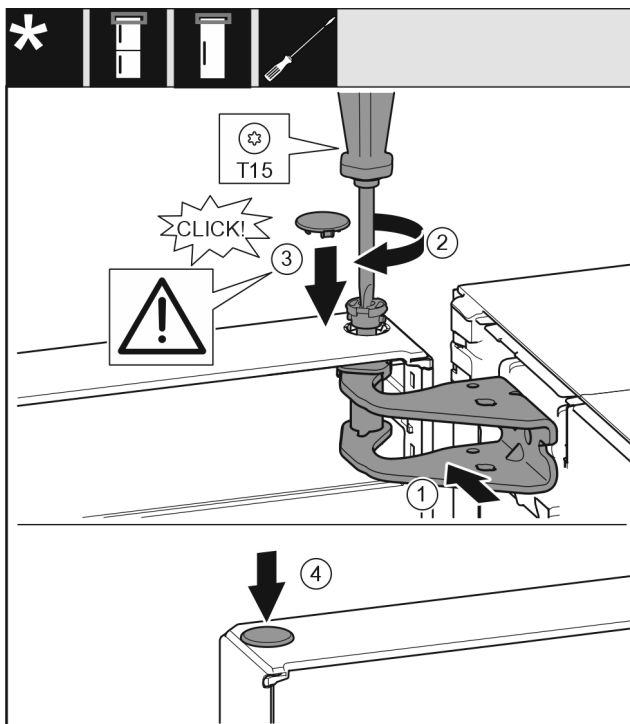

Fig. 21
- ▶ Выровняйте дверь вверх по отверстию в опорном кронштейне Fig. 21 (1).
- ▶ Вставьте палец Fig. 21 (2) и затяните отверткой.
- ▶ Установите крышку Fig. 21 (3).
- ▶ Проследите за тем, чтобы крышка Fig. 21 (3) прилегала к дверям.
- ▶ Установите крышку Fig. 21 (4).